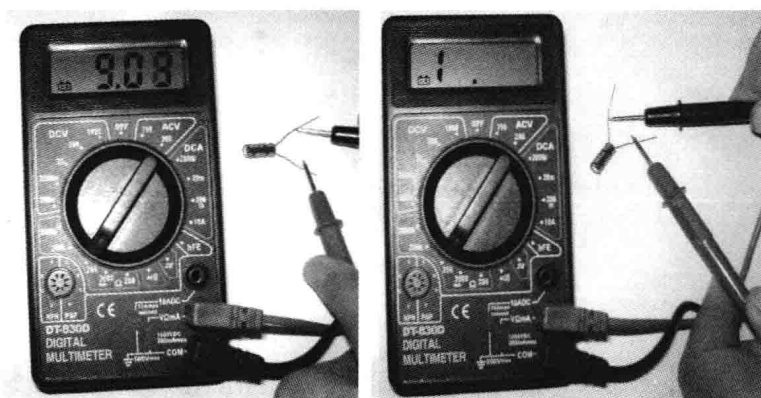

图 7-12 检测电容器
(1) 将红表笔插入 $V\Omega\text{mA}$ 插孔，黑表笔插入 COM 插孔。
(2) 将转换开关旋至 Ω 挡的适当位置。
(3) 用红表笔和黑表笔分别接触被测电容器的两极，这时显示值将从 000 开始逐渐增加，直至显示溢出符号“1.”，如图 7-12 所示。